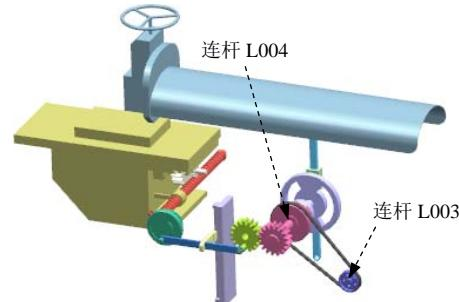

图 10.9.3 定义连杆（二）
(2) 定义连杆 L003 和连杆 L004。在“连杆”对话框中取消选中  固定连杆 复选框，然后将连杆 L001 和连杆 L002 隐藏，选取图 10.9.3 所示的零件为连杆 L003 和连杆 L004，在“连杆”对话框中分别单击 应用 按钮。